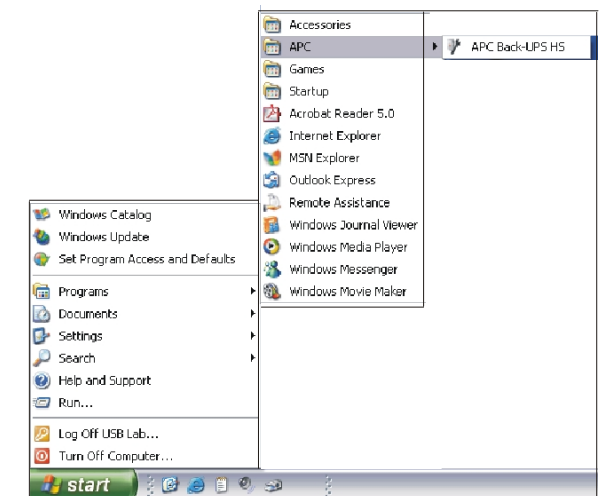

Abbildung 7. Auswahl im APC-Startmenü
- Um das Programm zu starten, wählen Sie im Menü **Start** zunächst **APC**, dann **APC Back-UPS HS** (Abbildung 7). **Fortsetzung nächste Seite!**